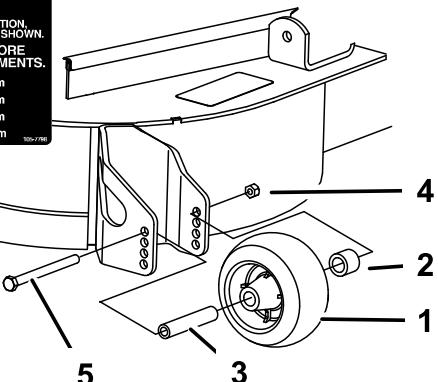

図 13
1. 刈高を変更後、ローラのフランジナット、ブッシュ、スペーサ、ボルトを外して（図 13）、ローラの高さ調整を行う。
3. フランジナット、ブッシュ、スペーサ、ボルトを取り付ける。54-61 N.m (5.5-6.2 kg.m=40-45 ft-lb) にトルク締めする（図 13）。